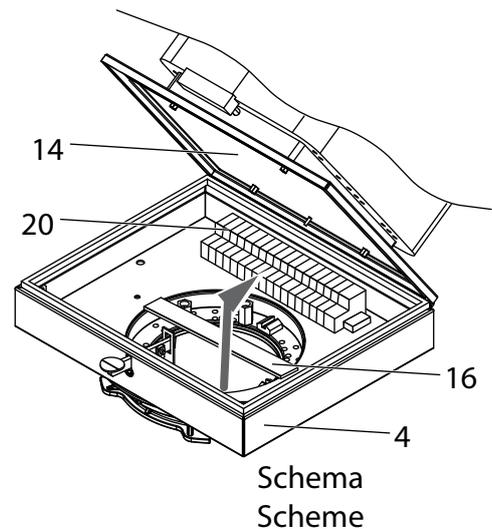

Abbildung 29. Leitungsführung
4. Führen Sie die Leitungen von unten in die Brücke (**4**) und über die Abfangschiene (**16**) (*siehe Abbildung 29 „Leitungsführung“, Seite 32*).
5. Schließen Sie die entsprechenden Leitungen an der Klemmleiste (**20**) (*siehe Abbildung 29 „Leitungsführung“, Seite 32*) gemäß den zugehörigen Stromlaufplänen an (*siehe Kapitel 11. „Mitgeltende Dokumente“, Seite 55*).